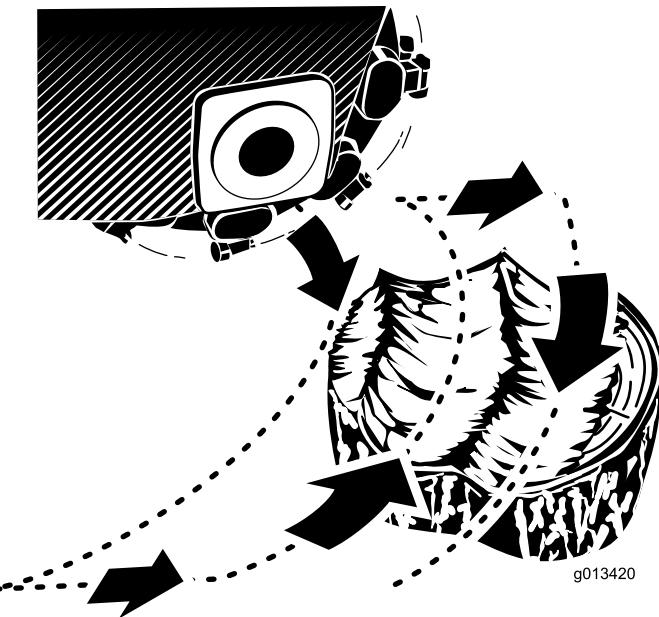

Figura 18
- Utilice la palanca de control de la destoconadora y el control de la tracción para posicionar la destoconadora al lado de la parte delantera del tocón, aproximadamente a 2 cm por debajo de la superficie (Figura 18).
- Utilice la palanca de control de la destoconadora para desplazar la destoconadora lentamente por la cara del tocón, eliminando una banda de madera en forma de virutas (Figura 18).
5. Mueva la máquina hacia adelante unos centímetros y repita el paso 4 (Figura 18).
6. Repita los pasos 4 a 5 hasta que haya desbastado toda la cara del tocón (Figura 18).